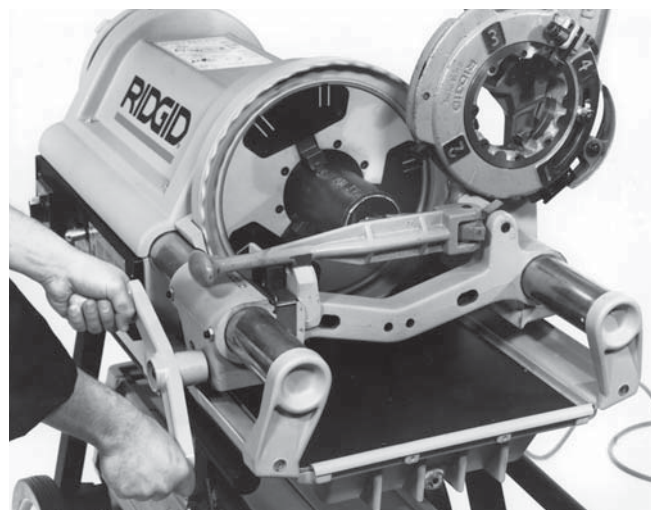

Рисунок 7 – Расширение трубы зенковкой №744
1. Переведите рычаг зенковки в нижнее положение (рисунок 7).